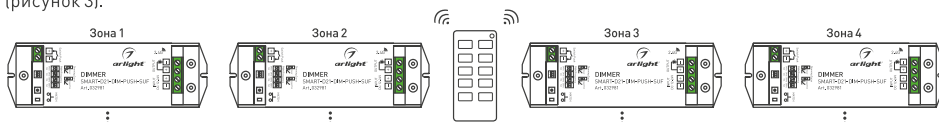

Рисунок 3. Вариант построения системы с 4-зонным пультом дистанционного управления
3.11. При использовании многозонных пультов ДУ или панелей можно построить разветвленную систему управления (рисунок 3).